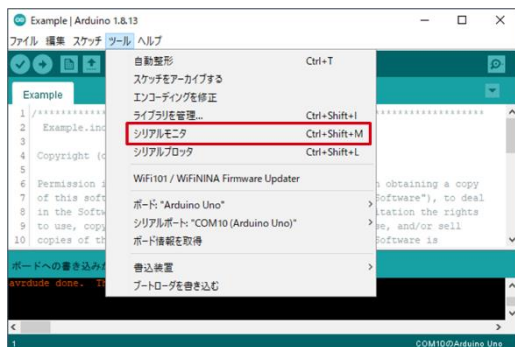

Figure 6. シリアルモニタを選択
3. [ツール] -> [シリアルモニタ] を選択 (Figure 6)